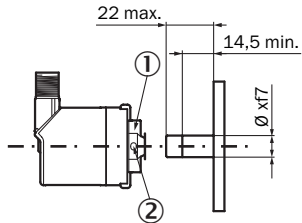

Abbildung 5: Encoder mit Flansch für Aufsteckhohlwelle (Anbauvorschlag)
3.3 Encoder mit Flansch für Aufsteckhohlwelle (Abb. 5 und 6)